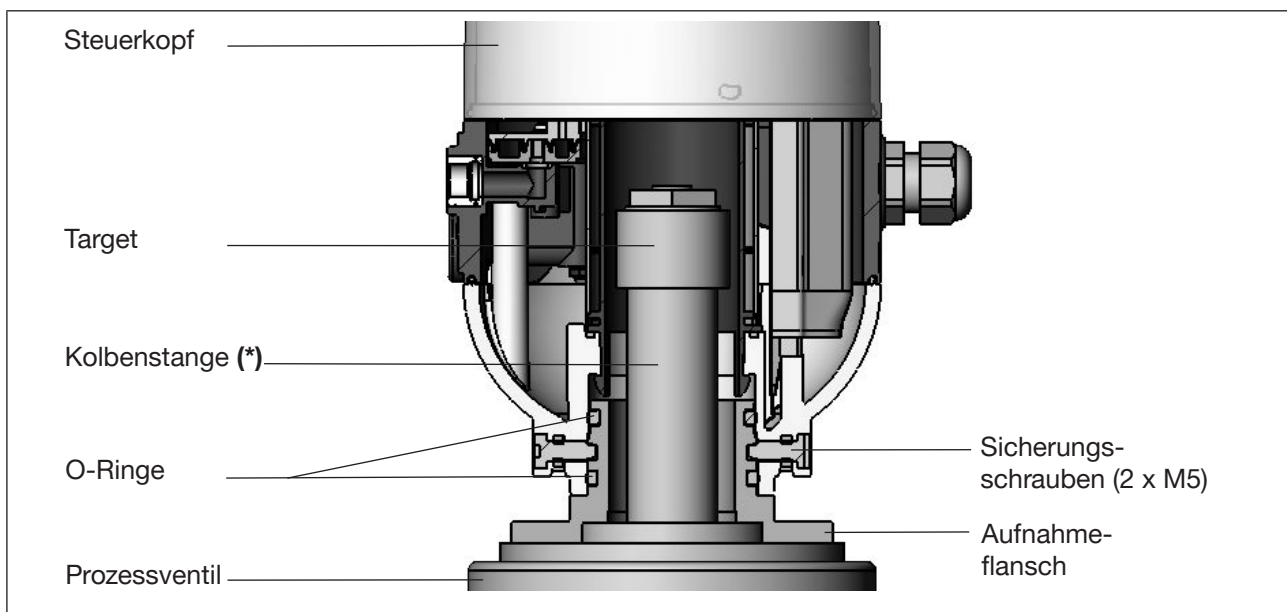

Bild 11: Prinzipdarstellung der Adaption Steuerkopf - Prozessventil
- Aufnahmeflansch auf dem Prozessventil befestigen - siehe „Bild 11“. Dabei die Zentrierung und die Abdichtungsbedingungen beachten!
- Steuerkopf mit den zwei Sicherungsschrauben (Ansatzschrauben M5) in der mittleren Nut des Aufnahmeflansches gegen das Abziehen vom Aufnahmeflansch sichern - Anzugsdrehmoment: max. 3,2 Nm (siehe „Bild 11: Prinzipdarstellung der Adaption Steuerkopf - Prozessventil“) und Kapitel „7.2.3“.
- Die Sicherungsschrauben (Ansatzschrauben M5 - siehe „Bild 11“) etwas lösen, bis der Schraubenkopf mit seiner Unterseite bündig zur Gehäusehilfsfläche ist.
- Verplombung (oder Kunststoffschneidschrauben) lösen, falls Gehäuse gesichert (siehe „Bild 11“).